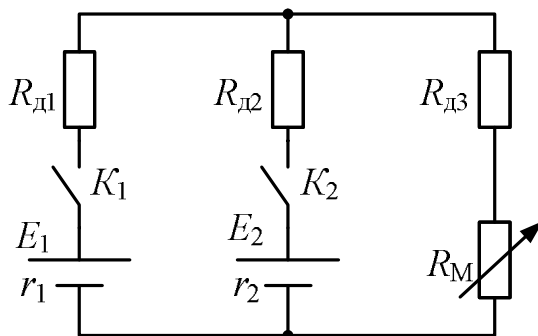

Рис. 4.5
2.1. Соберите схему, приведенную на рис. 4.5. Ключи K_1 и K_2 установите в разомкнутое положение (рычажками вниз). По заданию преподавателя на магазине сопротивлений установите значение 200-250 Ω .
3.1. Для схемы на рис. 4.5, для замкнутого положения ключей, составьте систему уравнений по правилам Кирхгофа согласно алгоритму, приведенному в разделе «Общие сведения».